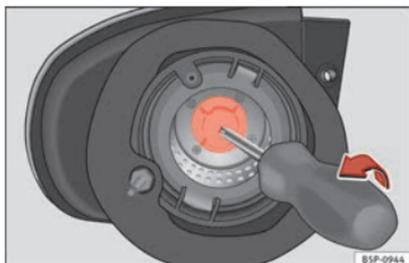

Fig. 187 Luz intermitente.
- Saque el portalámparas del intermitente con ayuda de un destornillador en el sentido de la flecha » fig. 187.